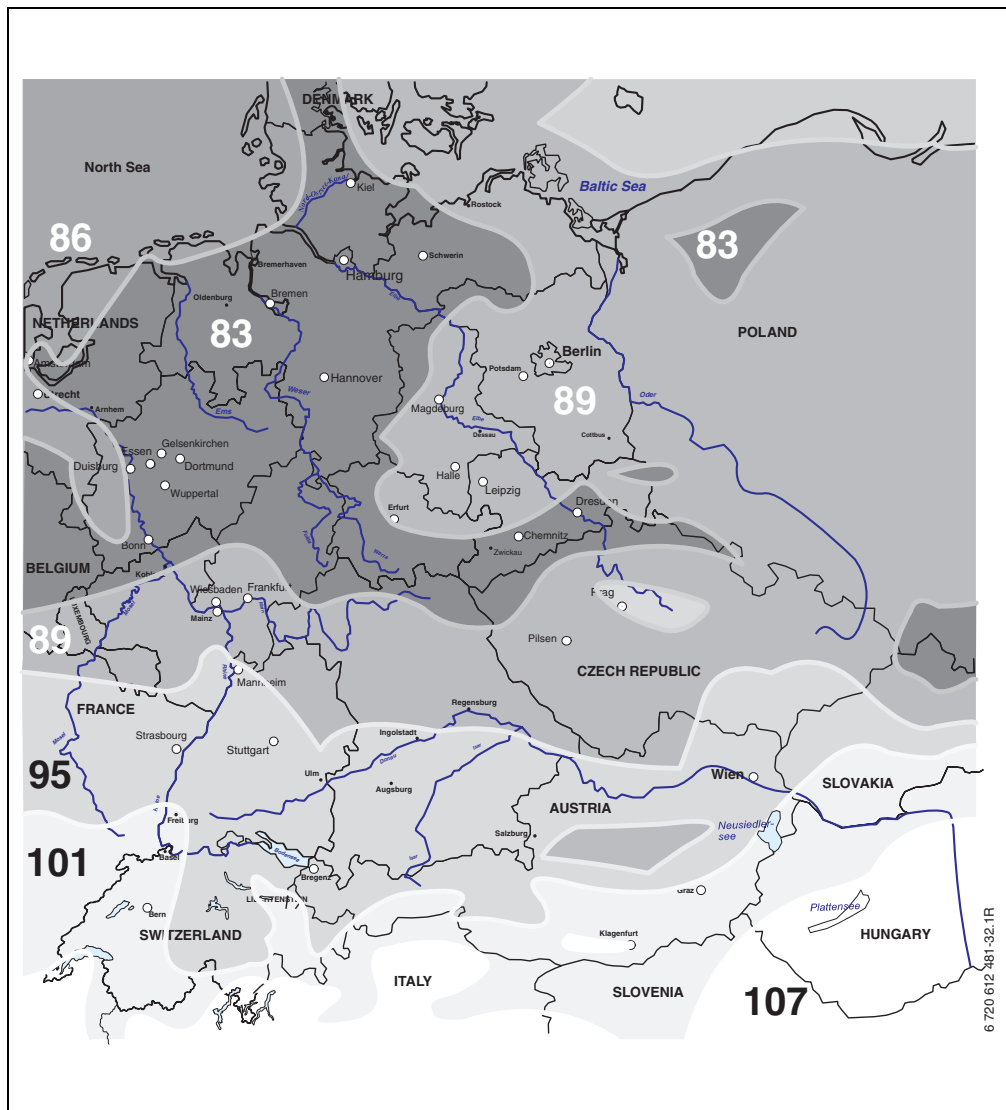

Fig. 16 Kaart met klimaatzones voor Midden-Europa
- Zoek de locatie van uw installatie op in de kaart met klimaatzones (→ afb. 16) en voer de waarde van de klimaatzone in.